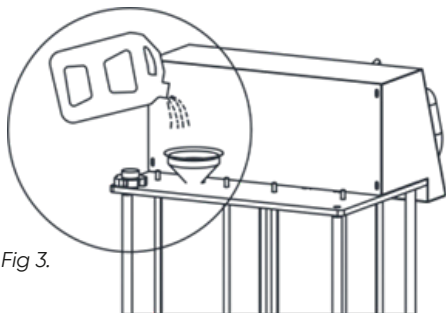

Fig 3.
2. Reportez-vous au manuel du véhicule pour connaître les spécifications et la quantité d'antigel. Ouvrez le bouchon du nouveau réservoir à l'arrière de l'unité, ajoutez l'antigel de la quantité appropriée (Max.12L) à travers un entonnoir et serrez le bouchon du réservoir pour le sceller (Fig. 3).